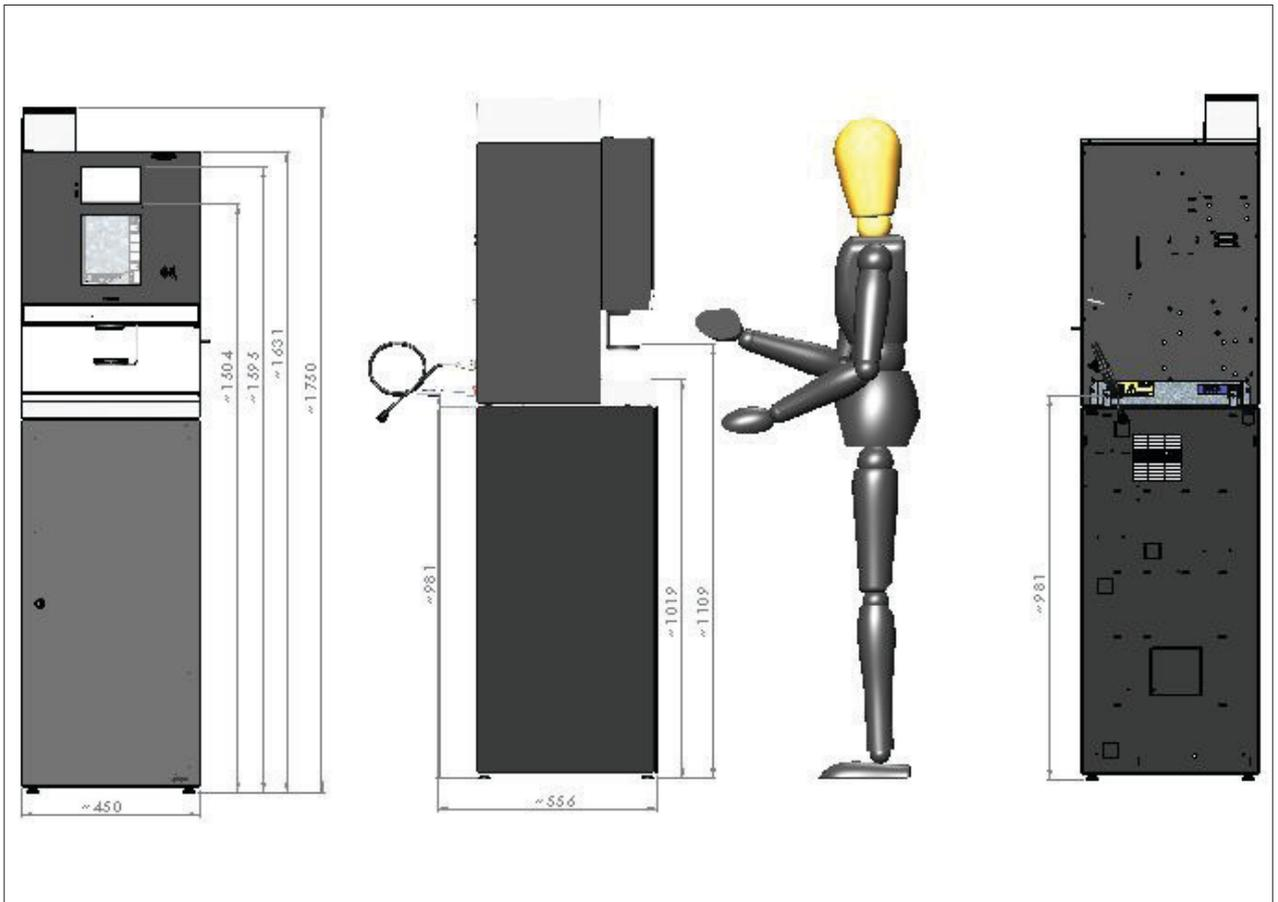

Abb. 19: Unterschrank befestigen
- 1 Bohrlöcher gemäß Abb. 19 bohren.